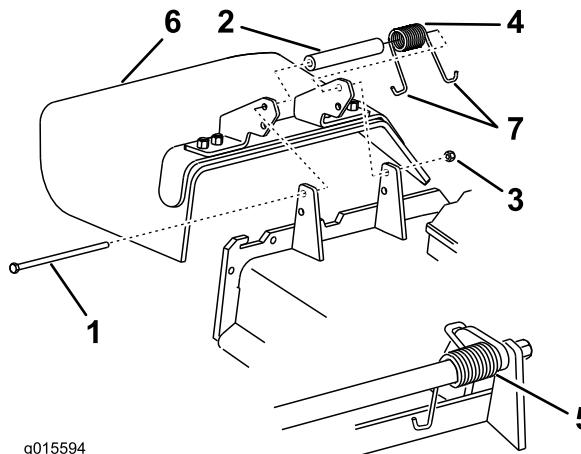

Figura 104
- Nota:** Asegúrese de colocar un extremo en J del muelle detrás del reborde de la carcasa antes de instalar el perno, según se muestra en Figura 104.
5. Coloque un extremo con gancho en J del muelle alrededor del deflector de hierba (Figura 104).
1. Retire la contratuerca, el perno, el muelle y el espaciador que sujetan el deflector a los soportes de pivotе (Figura 104).